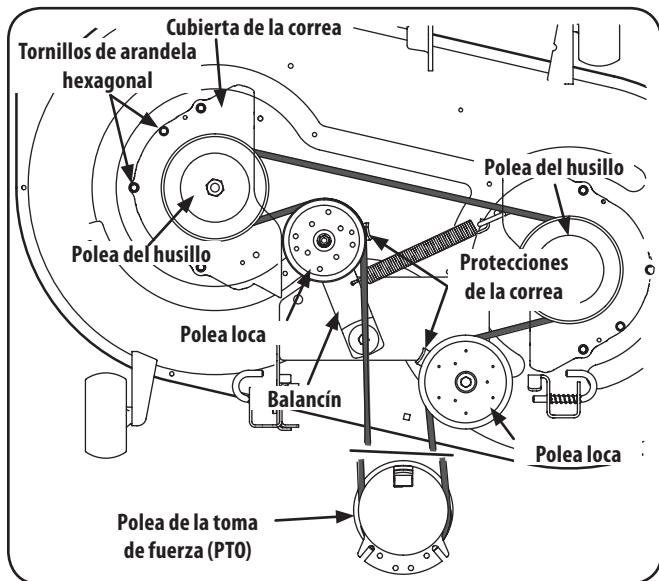

Figura 7-8
- Retire los tornillos de arandela hexagonal que sujetan las cubiertas de las correas a la plataforma. Consulte la Figura 7-8.
- Instale la nueva correa alrededor de las poleas del husillo tal como se muestra y reinstale las cubiertas de las correas. Consulte la Figura 7-8.
- Coloque la correa como se indica en la Figura 7-8 y vuelva a instalar la plataforma (consulte Instalación de la plataforma en la página 30).